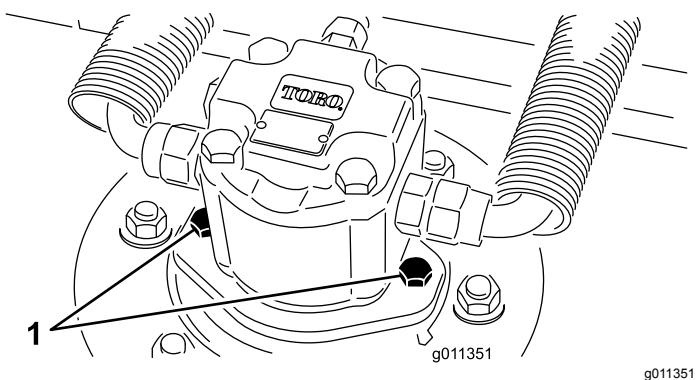

Bild 80
2. Klemmen Sie den Hydraulikmotor vom Mähwerk ab und entfernen ihn (Bild 80). Decken Sie die Spindeloberseite ab, um einer Verunreinigung vorzubeugen.
4. Montieren Sie den Hydraulikmotor am Mähwerk (Bild 80) Stellen Sie sicher, dass sich der O-Ring unbeschädigt in seiner Position befindet.